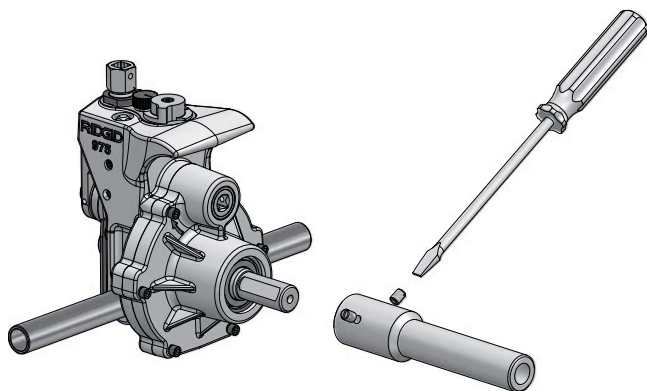

Figura 4 – Instalación del adaptador para la barra de accionamiento
1. Instale el adaptador para la barra de accionamiento dentro del eje de accionamiento de la Ranuradora (vea la Figura 4). Alinee los tornillos de retención sobre los planos del eje de la Ranuradora. Apriételos firmemente.